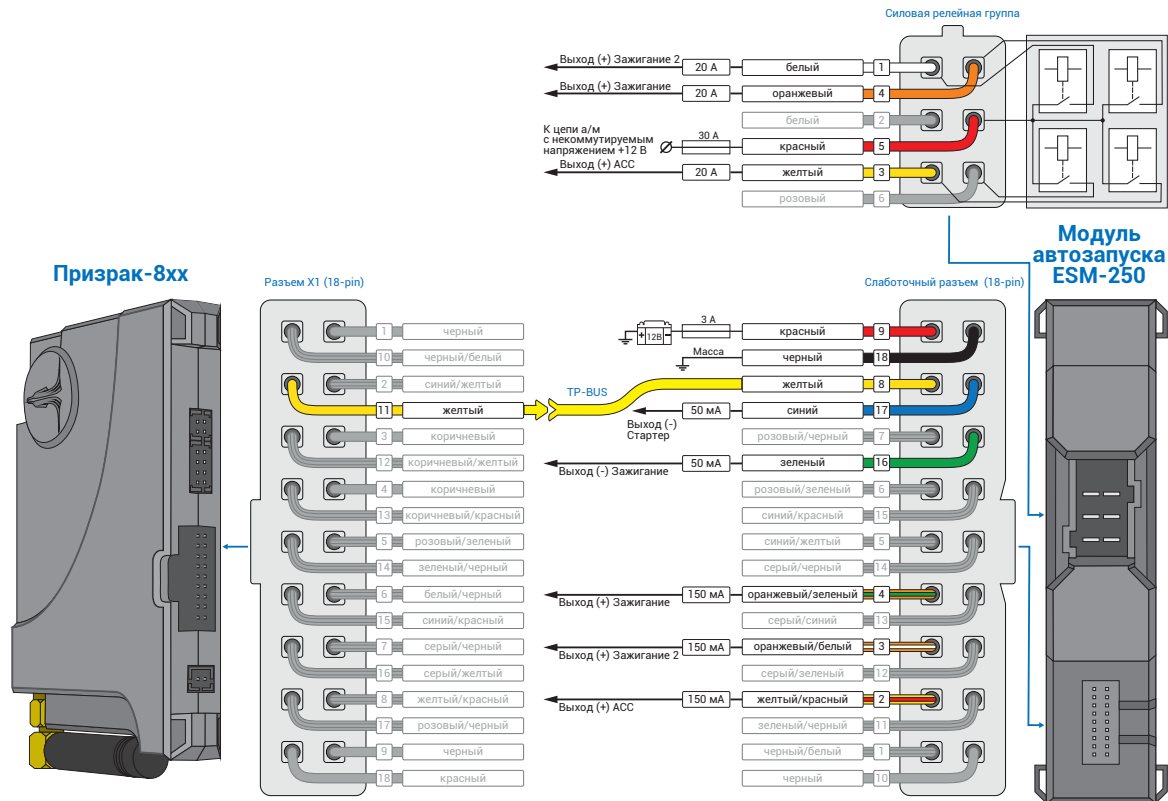
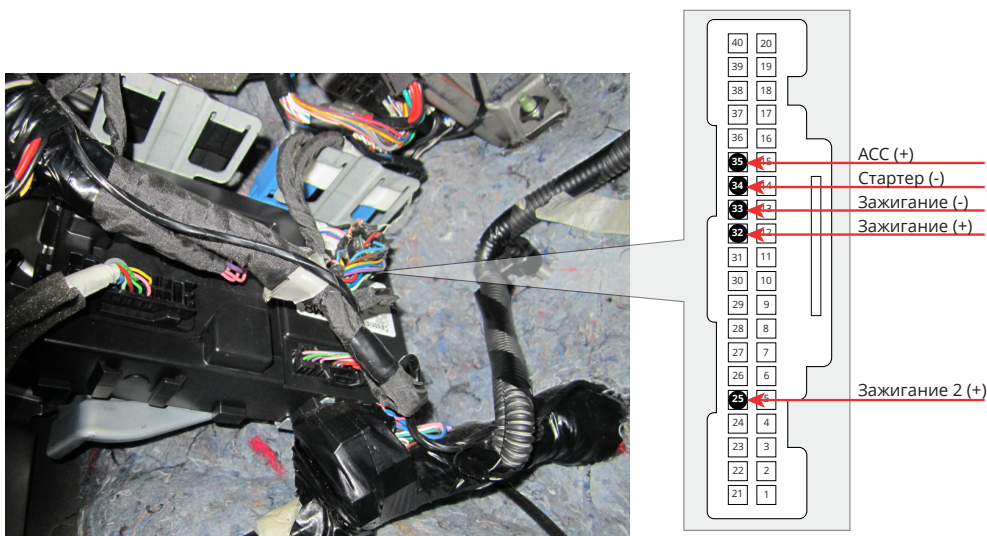

Рис.2 Подключение модуля автозапуска ESM-250
Рис.3 Место подключения к цепям запуска двигателя
2. Подключите модуль автозапуска ESM-250 – выводы модуля, которые требуется подключить выделены на рис. 2. Подключение производится слева от рулевого вала (см. рис. 3).